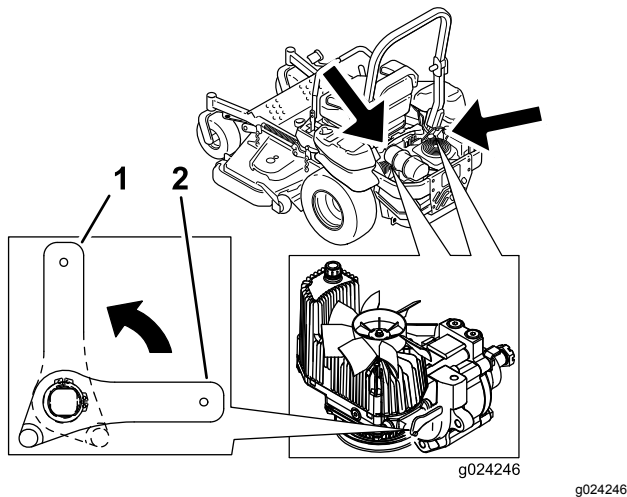

Figura 36
3. Gire las palancas de las válvulas de liberación a la posición vertical para empujar la máquina (Figura 36).
5. Gire las palancas de las válvulas de desvío a la posición horizontal para conducir la máquina (Figura 36).